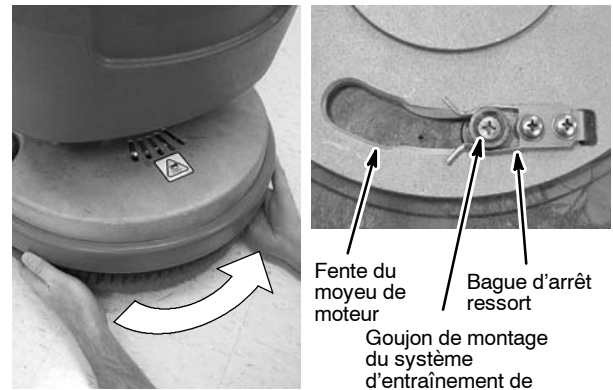
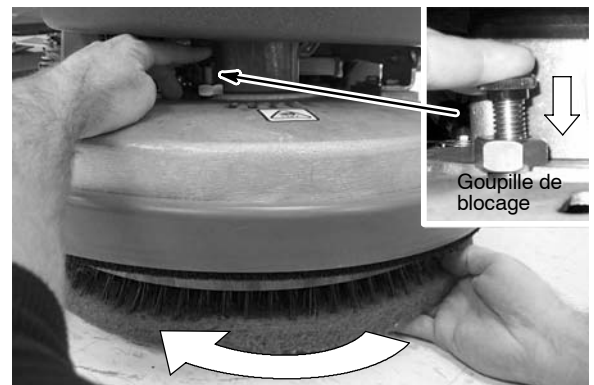

FIG. 9
FIG. 10
5. Alignez les goujons de fixation dans les fentes du moyeu d'entraînement et effectuez une rotation rapide de l'entraîneur de patin, afin d'engager le ressort d'attache (Figure 9). Modèle à disque simple: Si nécessaire, enfoncez la goupille de blocage du moyeu de moteur afin de bloquer en place le moyeu du moteur (Figure 10).
Modèle à disque simple: Enfoncez la goupille de blocage du moyeu de moteur et tournez dans le sens des aiguilles d'une montre le système d'entraînement de patin/la brosse (Figure 10).